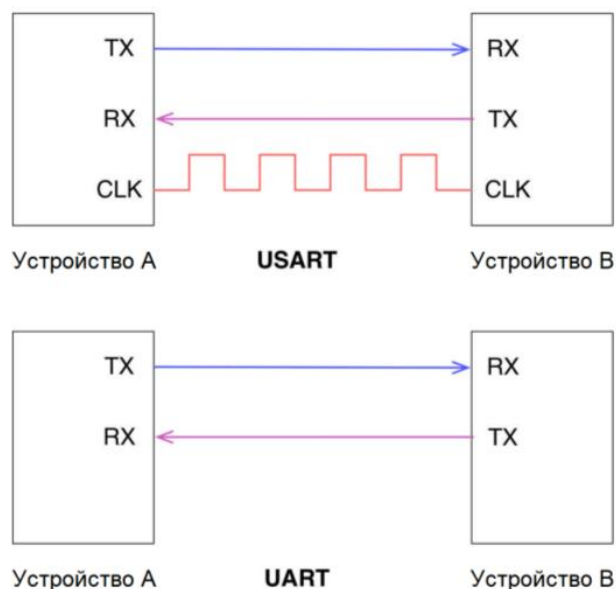

Рисунок 3 Разница в сигналах между USART и UART
Интерфейс универсального синхронного приемопередатчика – это устройство, способное передавать слово данных последовательно с использованием двух I/O, один из которых выступает в качестве передатчика (TX), а другой – в качестве приемника (RX), плюс один дополнительный вывод в качестве линии синхронизации, в то время как универсальный асинхронный приемопередатчик использует только два вывода RX/TX (см. рисунок 3). Традиционно мы ссылаемся на первый интерфейс термином USART, а на второй – UART.